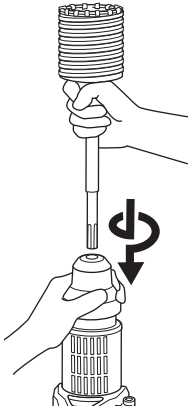

Fig. 18
- (2) Montar la espiga de la barrena tubular en el martillo perforador. (Fig. 18)